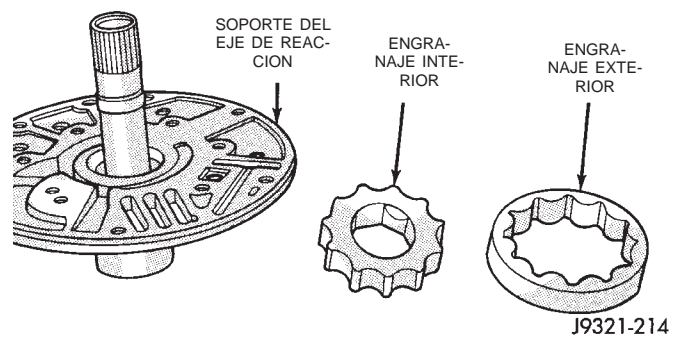
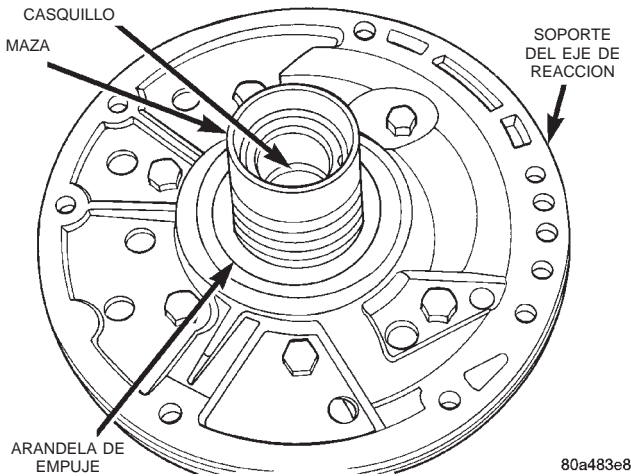

Fig. 121 Desmontaje de los engranajes de la bomba
Fig. 122 Arandela de empuje de la maza del soporte
- (5) Retire los engranajes interior y exterior del soporte del eje de reacción (Fig. 121).
- (6) Si la junta de la bomba no se retiró durante el desensamblaje de la transmisión, retire la junta con un punzón y un martillo.
- (7) Retire de la maza del soporte la arandela de empuje del embrague delantero (Fig. 122).